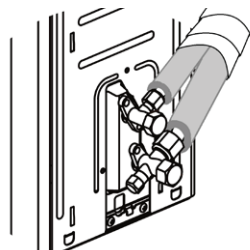

rys. 19 -
- Dopasować końce poszerzonej poprzeczniej rury (poz.1 - "rys. 19 -") z końcami przyłączy na jednostkach wewnętrznych lub na kurkach jednostek zewnętrznych (poz. 2 - "rys. 19 -").